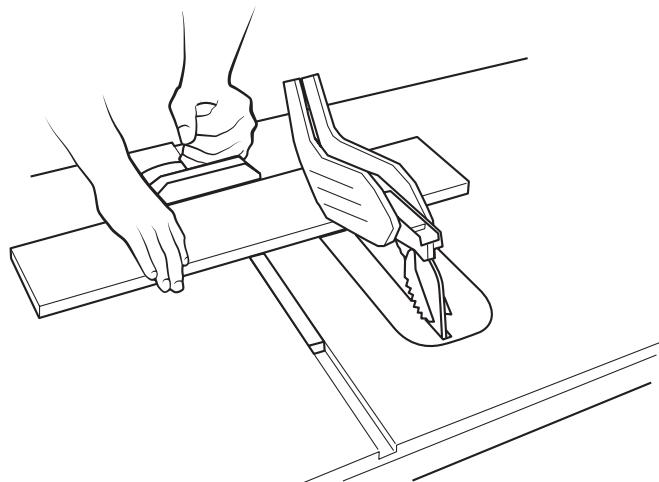

FIGURE 25
Les coupes transversales en biseau sont pareilles aux coupes transversales sauf que l'angle de biseau (A) est réglé à un angle autre que  $0^\circ$ . Lors d'une coupe transversale en biseau, placez le guide d'onglet dans la fente d'onglet à droite de sorte que la lame soit inclinée de l'autre côté de la jauge et des mains (Figure 25).